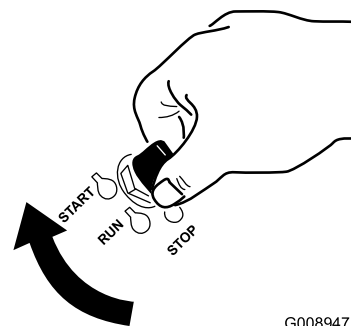

Figura 18
1. Gire la llave de contacto a la posición de ARRANQUE (Figura 18).
5. Gire la llave de contacto a la posición de ARRANQUE (I). Figura 18 Cuando el motor arranque, suelte la llave.